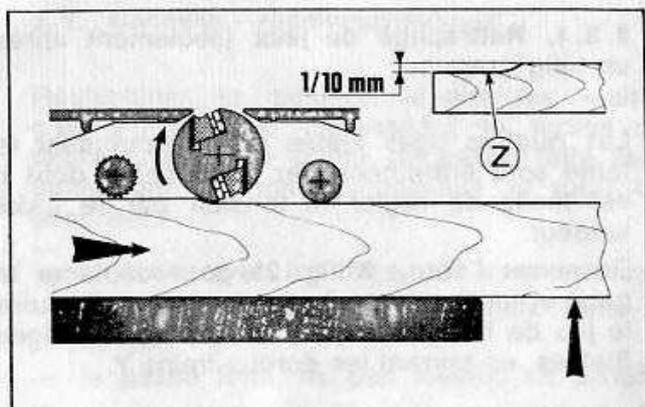

Figure 24
Soutenir les pièces longues, à l'entrée et à la sortie de la machine, pour éviter un talon (Z) en bout de pièce. Un talon de 1/10e de mm peut être toléré (fig. 24) Pour obtenir une bonne finition, choisir l'avance lente.